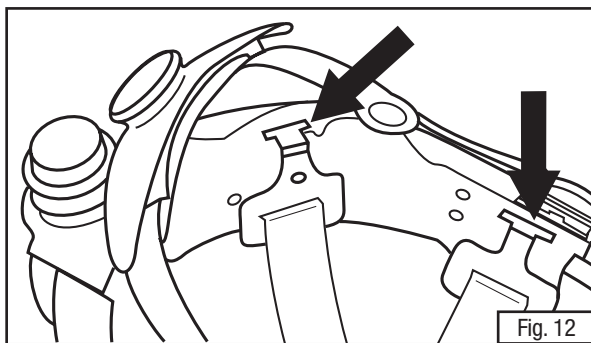

Fig. 12
- Con los cascos de protección hacia arriba, suelte la suspensión de la cabeza de la carcasa del casco empujando hacia arriba los ganchos de plástico de las correas de la red. Los ganchos se muestran en la Fig. 12.